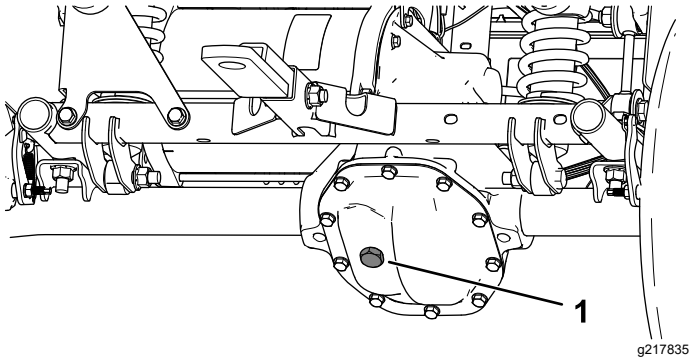

Bild 51
4. Entfernen Sie die Füllschraube am Getriebe (Bild 51).
5. Wenn der Ölstand niedrig ist, nehmen Sie die Füllschraube ab und füllen Sie die angegebene Ölsorte ein, bis das Öl aus dem Loch ausläuft (Bild 51).
4. Entfernen Sie die Füllschraube am Getriebe und füllen Sie das Getriebe mit Öl der angegebenen Sorte, bis es aus dem Füllloch ausläuft (Bild 51).